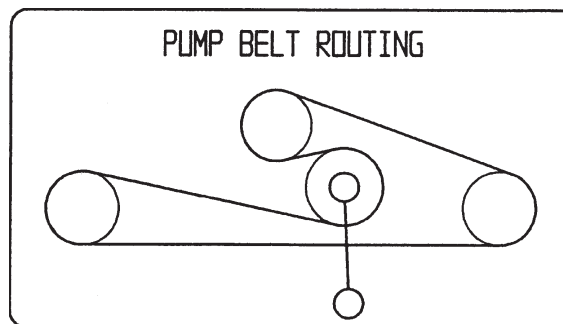

Figure 55
- Abaissez la poulie de tension rappelée par ressort et enlevez la courroie des poulies du moteur et de la pompe hydraulique (Fig. 55). Retirez la courroie entre les poulies.
- Installez la courroie neuve sur les poulies du moteur et de la pompe hydraulique (Fig. 55).
- Abaissez la poulie de tension rappelée par ressort et alignez-la sous la courroie de transmission, puis relâchez-la (Fig. 55).